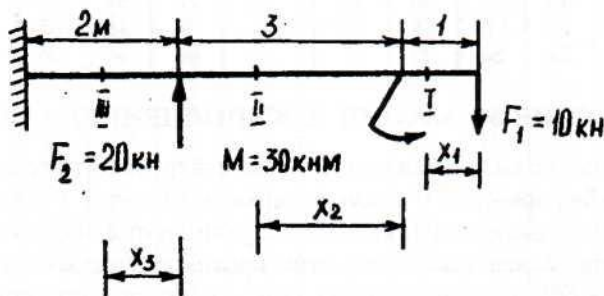

Рис. 19
**Пример 2.3.** Для стальной балки, нагруженной (рис. 19), построить эпюру изгибающих моментов и подобрать сечение балки в двух вариантах: а) двутавр; б) квадрат. Определить отношение массы балки квадратного сечения к массе балки двутаврового сечения. Допускаемое напряжение на изгиб  $[\sigma] = 130$  МПа.
1. Разбиваем балку на три участка по местам действий силовых факторов:  $F_1$ ,  $M$ ,  $F_2$  (рис. 19).
2. Определяем изгибающий момент в сечении I на расстоянии  $x_1$  (рис. 19)